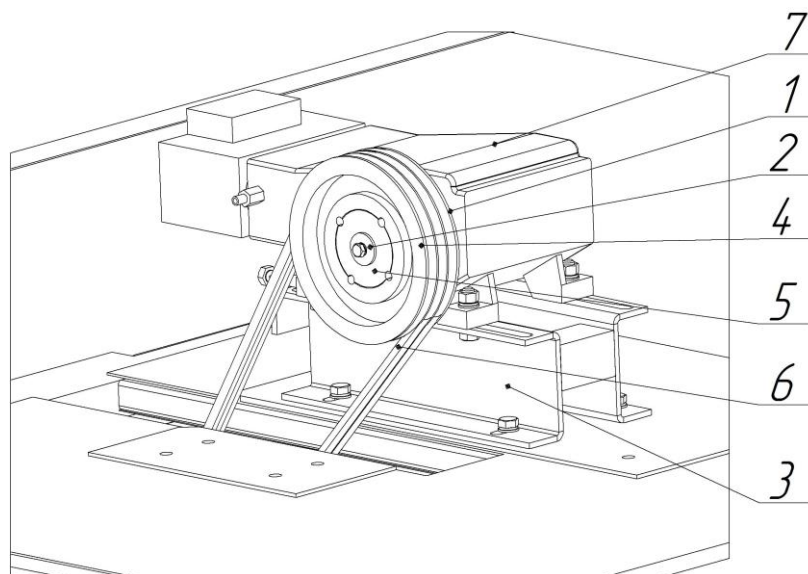

Рисунок 3 - установка насоса 1,1 ПТ
2.4. Установка насоса 2,3ПТ для модификации UNISTEAM-M2 (см. рис. 3)